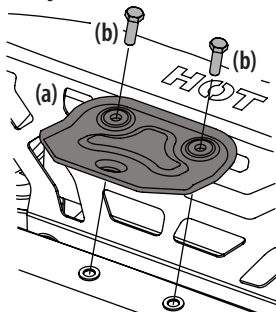

Figure 2
1. Localisez l'attelage (a) et installez-le à l'arrière du châssis à l'aide des deux vis à bride hexagonales (b) fournies. Consultez la Figure 2.